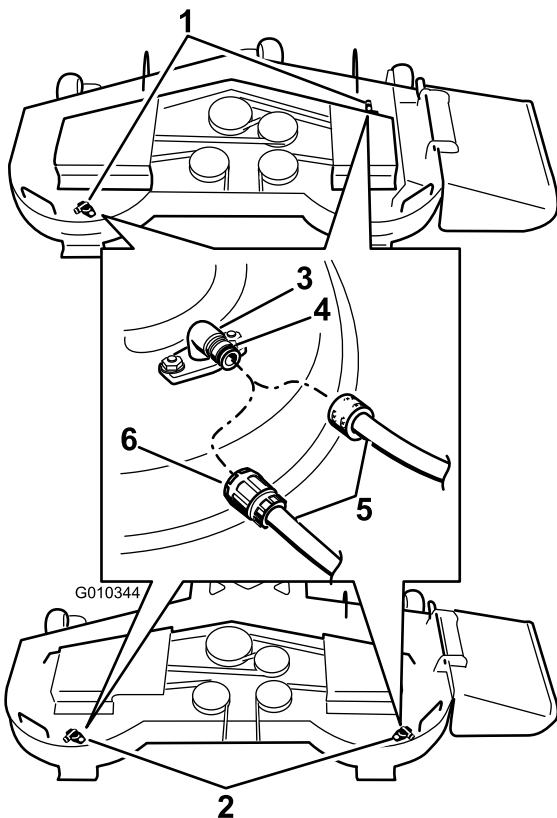

Bild 79
3. Montieren Sie die Schlauchkupplung auf die Kupplung am Mähwerk-Spülanschluss und drehen Sie das Wasser mit starkem Druck auf (Bild 79).